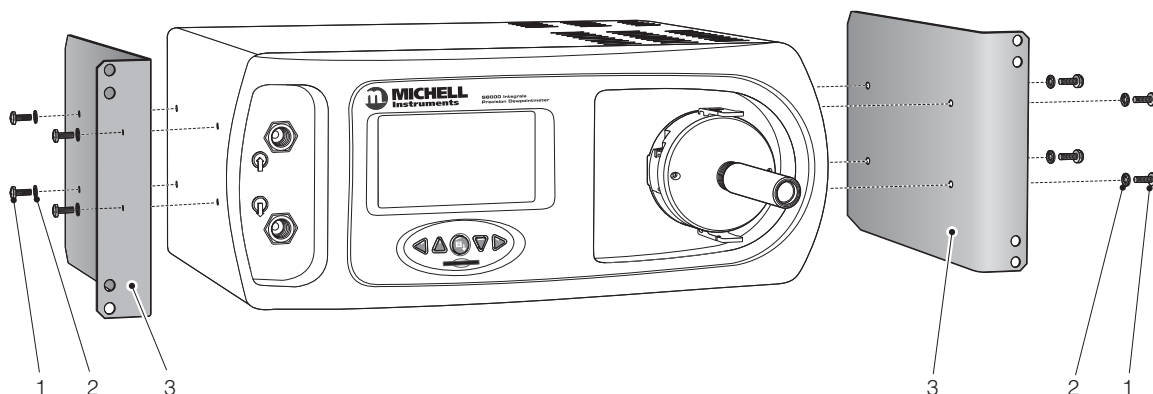

Рис. 14 Подготовка горизонтальной версии для установки в стойку
Пакет подготовки содержит две стальные планки (3) и восемь болтов (1). Каждая планка крепится к боковой части прибора четырьмя болтами, как показано на рис. 14.